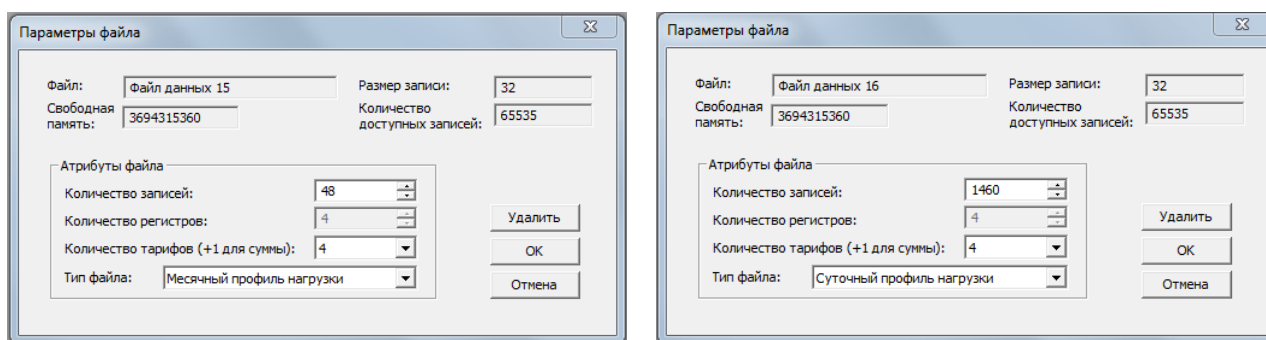

Рисунок 105 – Окна настроек «Параметры файла» для файлов № 15 и № 16
3. Дважды щёлкните на строке Файл данных № 15 (для месячного профиля мощности нагрузки) или Файл данных № 16 (для суточного профиля мощности нагрузки). Дальнейшие настройки проводятся в открывшемся окне настроек «Параметры файла» (рисунок 105).